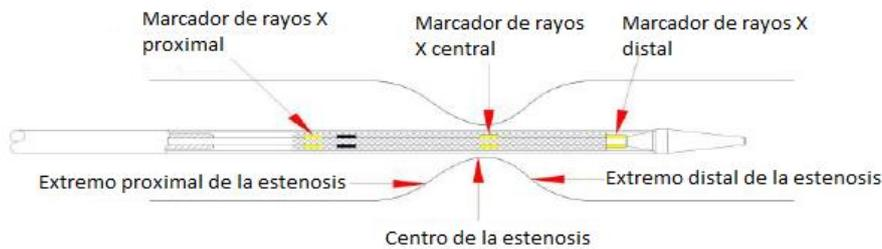

Figura 1
- Cuando el marcador de rayos X del centro alcanza el centro de la estenosis del objetivo, continúe tirando hacia atrás del conector Y hasta que el stent esté completamente desplegado. (Ver figura 1, 2).
d) Cuando el marcador de rayos X del centro alcanza el centro de la estenosis del objetivo, continúe tirando hacia atrás del conector Y hasta que el stent esté completamente desplegado. (Ver figura 1, 3).